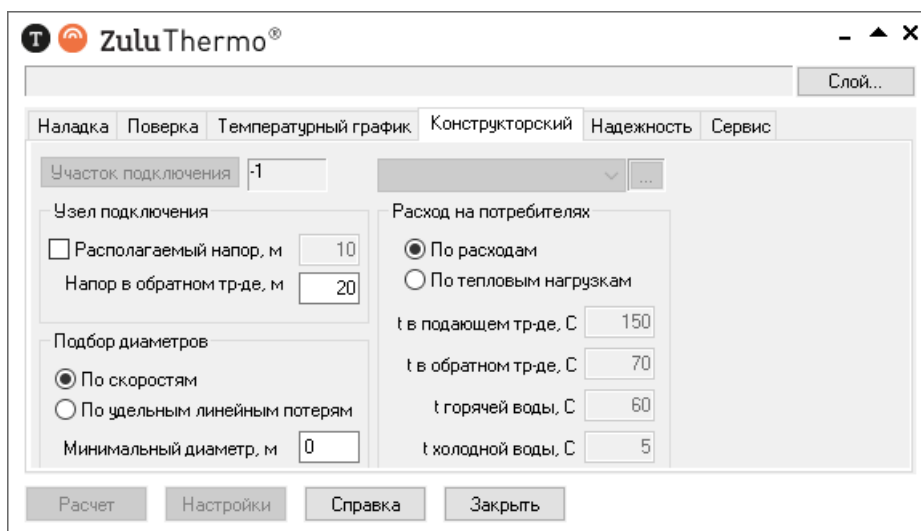

**Рисунок 12.2. Вкладка «Конструкторский»
1. Выполните команду главного меню Задачи|ZuluThermo или нажмите кнопку  панели инструментов. Откроется диалоговое окно теплогидравлических расчетов (Рисунок 12.2, «Вкладка «Конструкторский» диалога теплогидравлических расчетов»).